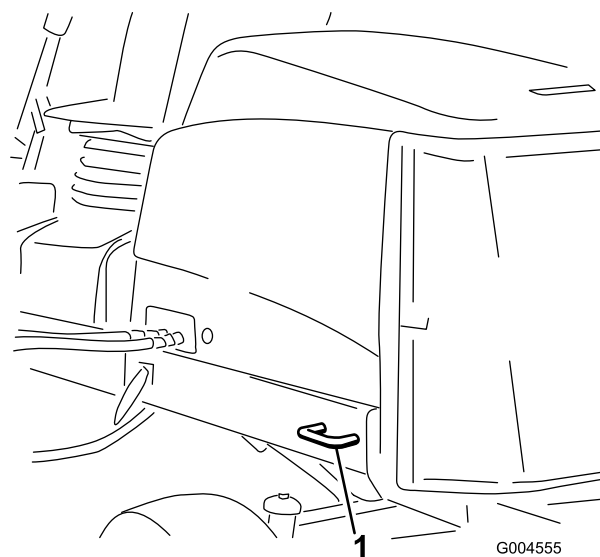

Bild 70
- Hinten: Jede Maschinenseite am hinteren Rahmen (Bild 70)